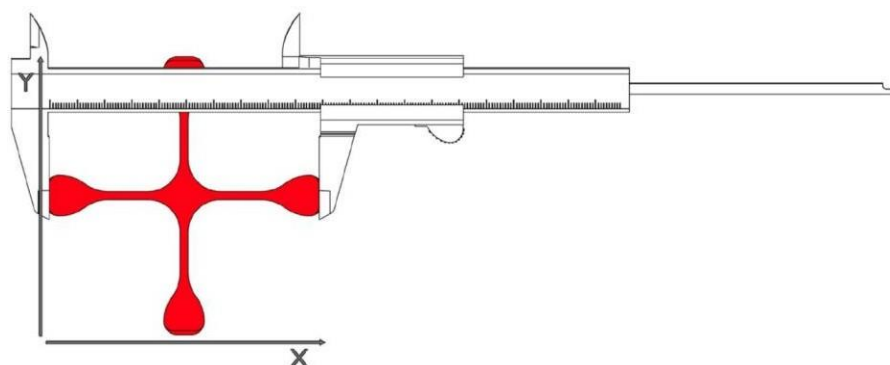

Рис. 73 3D модель калибровочного креста
- Измерительная точка должна быть выше шага, расположенного в модели. Шаг облегчит измерение на одинаковой высоте с обеих сторон модели (рис. 73).